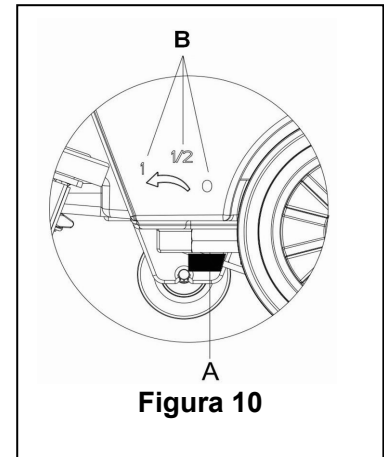

Figura 10
La regulación del mango de la válvula de bola (A, Figura 10) debe ejecutarse bajo la condición de que el interruptor de encendido (41) esté en posición "O".
12. El volumen del flujo de agua puede ser ajustado a través del mango de la válvula de bola (A, Figura 10) conforme a la cantidad de agua que se requiere para fregar el suelo.
2. Mantenga el interruptor de seguridad (1) (de la manera indicada en la Figura 10), empuje la máquina e inicie el trabajo de limpieza.